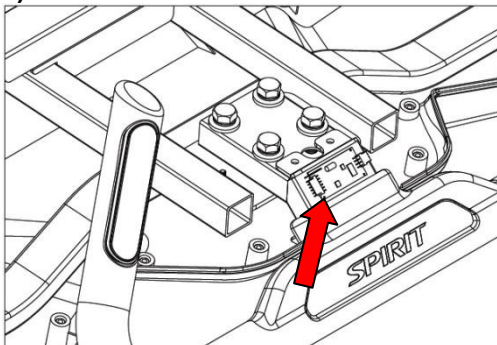

Abb. 4.9.2
- 3) Anschließend werden das 12P-Kabel und das Modulkabel entfernt, siehe Abb. 4.9.2